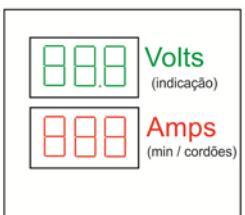

Figura2
- Extinguindo-se o arco de solda, o instrumento manterá os últimos valores lidos de corrente e de tensão no display por 2 segundos (Figura2).